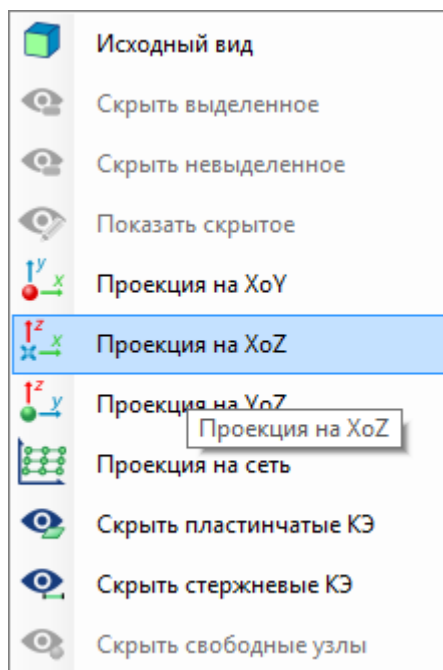

Рис. 3.14 Контекстное меню
- Для удобства работы фрагментируем схемы, оставив на главном виде только элементы ферм, для этого выделим все элементы фермы (удобнее это сделать заранее, спроецировав модель на плоскость XoZ через контекстное меню как показано на Рис. 3.14).